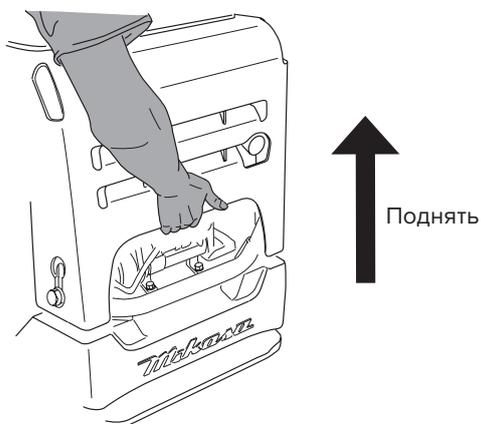

Рис. 37
2. Поднимите переднюю крышку, удерживая ее за скобу и переднюю часть (рис. 37).